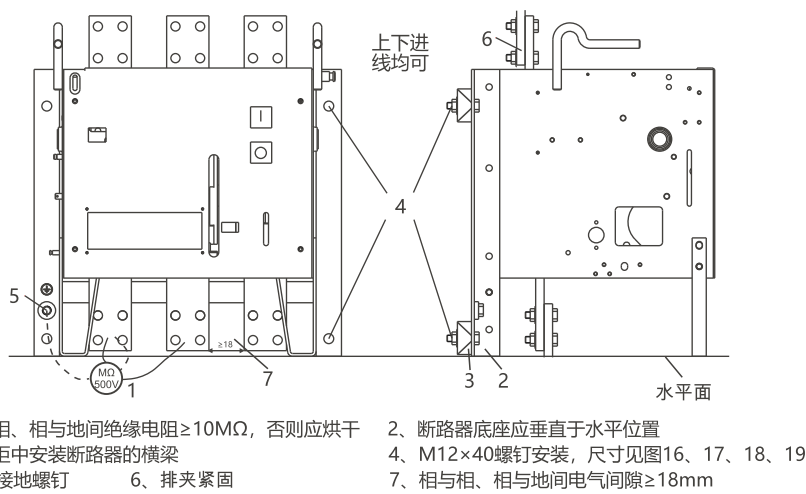

图20 断路器安装示意图
绝缘测试与安装方法示意图20。
7.2.2 按图20再检查一次绝缘电阻。
断路器长期停用后，在投入使用前必须按图20示意进行绝缘电阻检查。